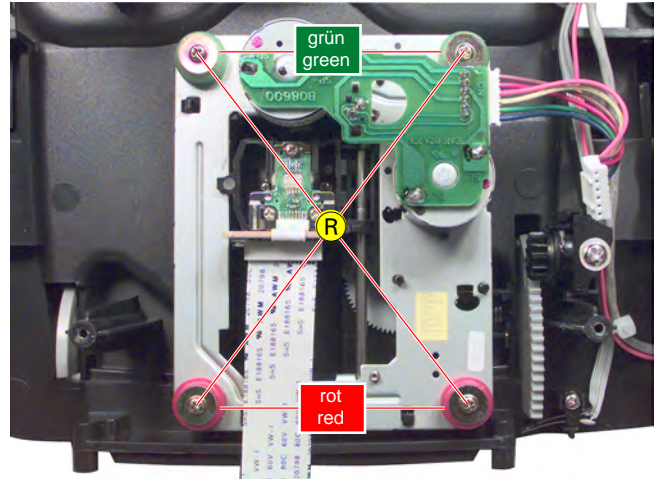

Fig. 11
- 4 Schrauben **R** (Fig. 11) herausdrehen.
- Undo 4 screws **R** (Fig. 11).